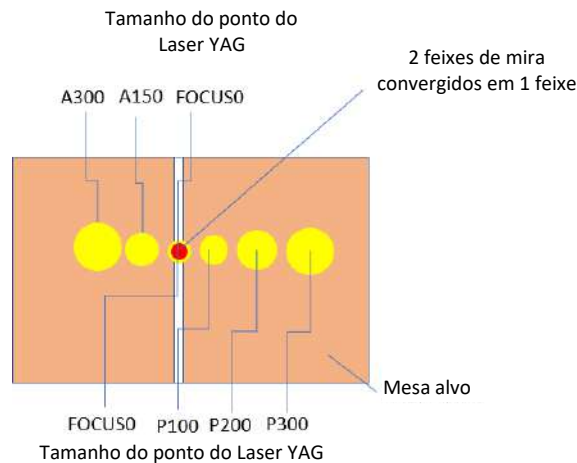

Figura 34: Tamanho do ponto do YAG laser em diferentes configurações de DESVIO
10. Após finalizar o teste, observe as queimaduras no papel termossensível através dos binóculos. No FOCO 0, o ponto deve ser o menor em comparação com os outros, e o ponto deve aumentar em P100, P200 e P300 posteriormente e em A150 e A300 anteriormente. Veja a Figura 34 para comparar o tamanho dos pontos.